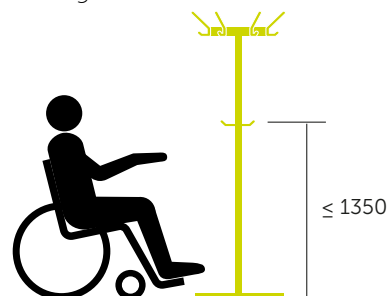

fig 29 Kapstok met haken op twee hoogtes.
- Een aantal kledinghaken beschikbaar op maximale hoogte 1350 mm. (fig 29)